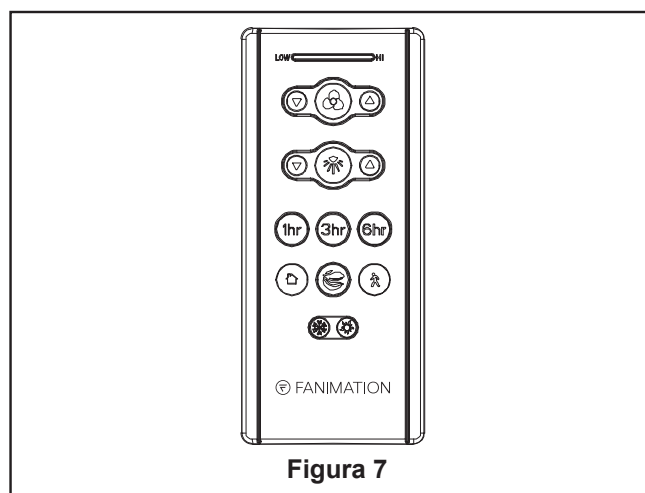

Figura 7
9. Funciones del control remoto: (Figura 7)